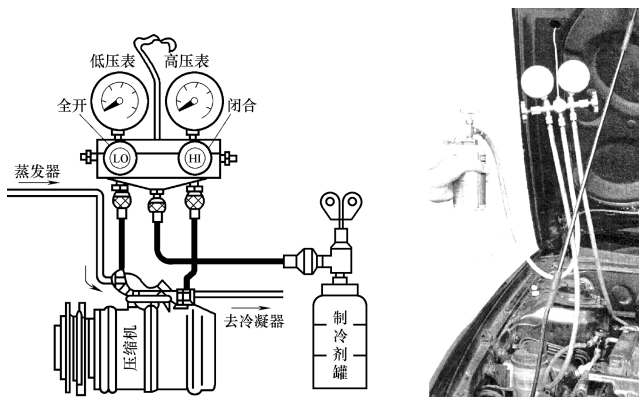

图 4-188 低压端注入制冷剂
1) 如图 4-188 所示,将歧管压力表与压缩机和制冷剂罐连接好。